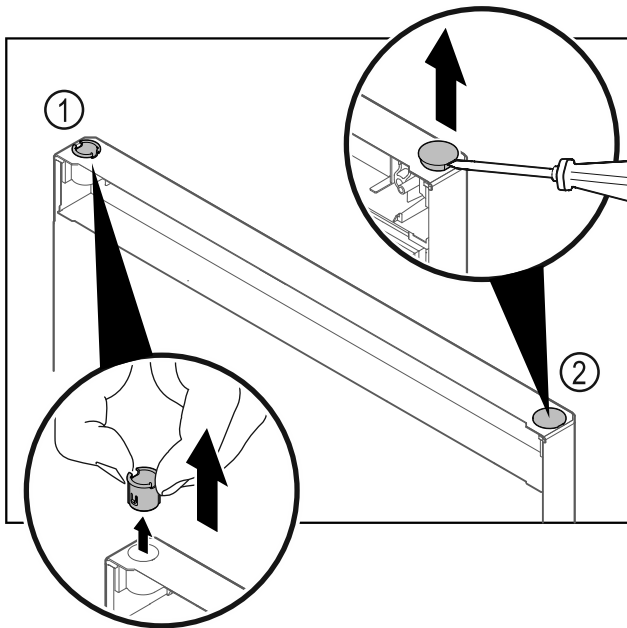

Fig. 21 Дверь холодильного отделения
- ▶ Пальцами вытяните шарнирную втулку Fig. 21 (1).
- ▶ Шлицевой отверткой осторожно подцепите и извлеките заглушку Fig. 21 (2).